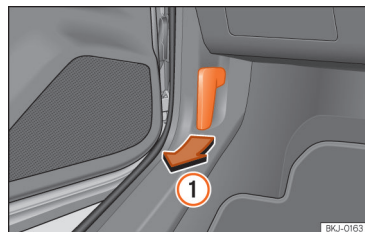

Fig. 177 Alavanca de desbloqueio no espaço para a zona dos pés do condutor.
• Abra a porta e puxe pelo manípulo que existe debaixo do painel de instrumentos »» Fig. 177 ①.